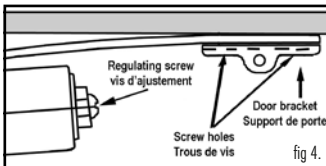

fig 4.
3. With door completely closed, slip end of rod into jamb bracket and insert short pin. With closer in level position, hold door bracket (at end of door closer) against storm door. Fasten using two short screws. (fig. 4)
Open door and allow to close completely. If door does not close, or closes too slowly, it may be necessary to adjust regulating screw. (fig.4)
3. La porte complètement fermée, glisser l'extrémité de la tige dans le support et insérer la cheville. Maintenir le ferme-porte à niveau. Placer le support contre la double-porte et fixer à l'aide des deux vis courtes. (fig. 4)
Ouvre la porte et laisser la fermer complètement. Si la porte ne ferme pas, ou ferme trop lentement, il est peut-être nécessaire d'ajuster la vitesse par la vis au bout du cylindre (fig. 4)